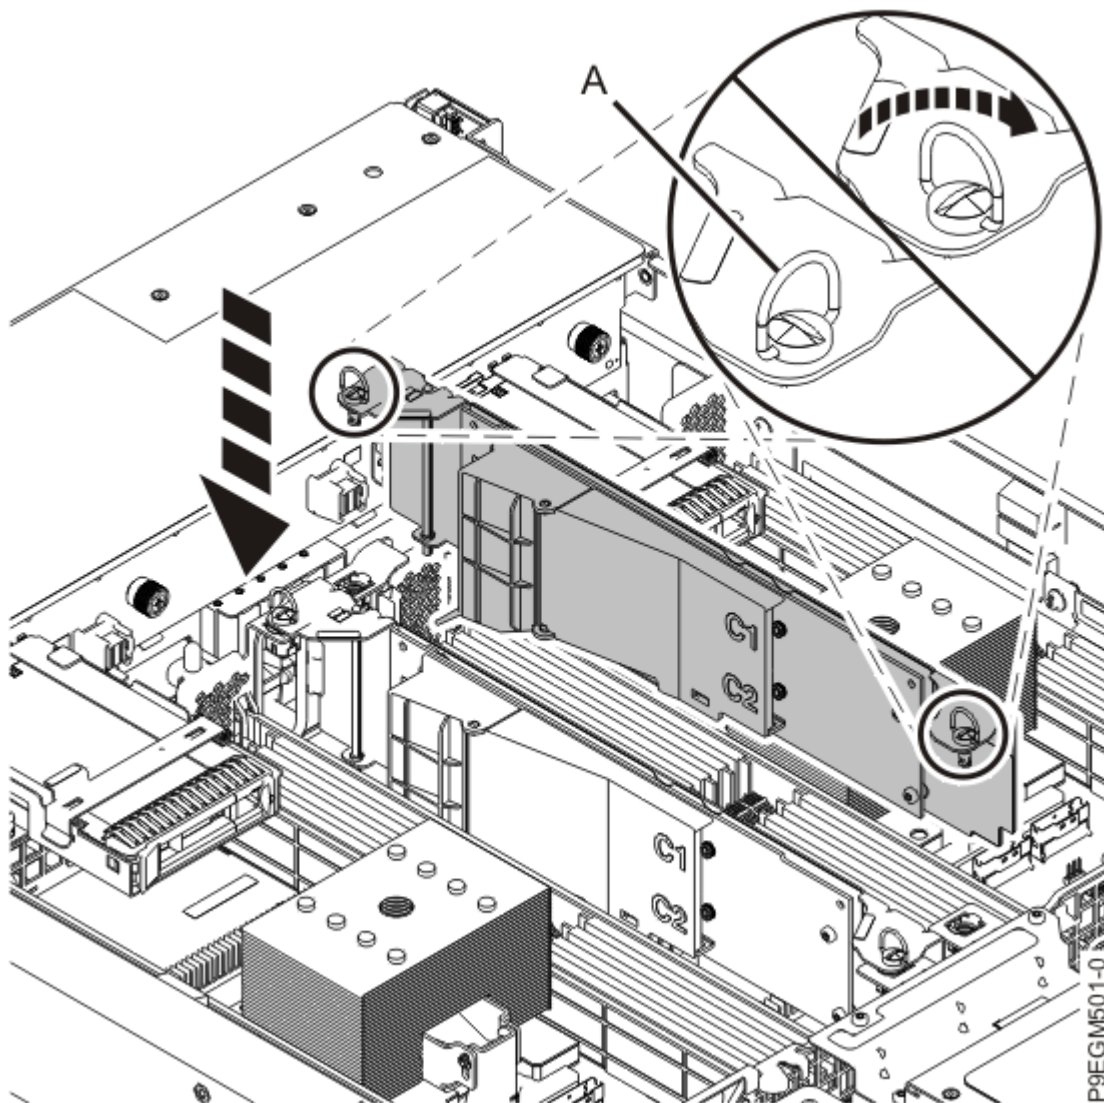

図 23. NVMe M.2 キャリア・カードの装着
7. ねじ **(A)** を押し込んで時計方向に回転して、NVMe M.2 キャリア・カードをしっかり装着します。29 ページの図 23 を参照してください。